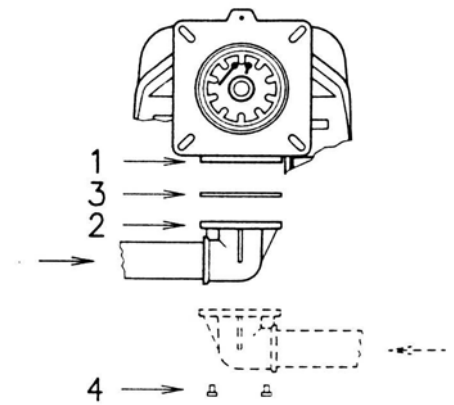

Рис. 16
- Газовая рампа присоединяется к штуцеру подачи газа 1 (рис. 16) через фланец 2 с прокладкой 3 посредством болтов 4; фланец, прокладка и болты входят в комплект поставки.
- Рампа может присоединяться слева или справа, как окажется удобнее; см. рис. 16.